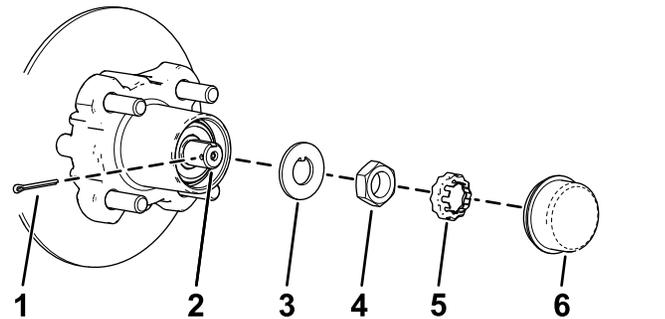
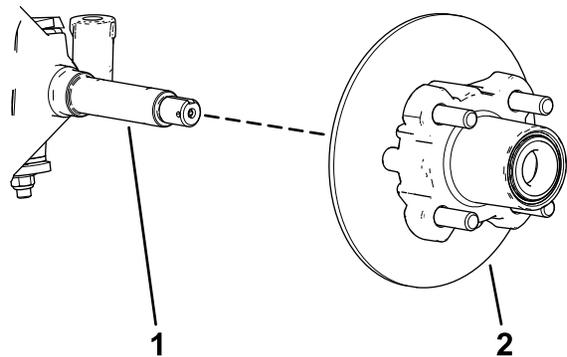

図 33
図 34
4. ハブからダストキャップを取る 図 33。
5. スピンドルとスピンドルナットから、コッターピンとナットリテーナを外す 図 33。
6. スピンドルからスピンドルナットを外し、スピンドルからハブローラアセンブリを取り出す 図 33と 図 34。